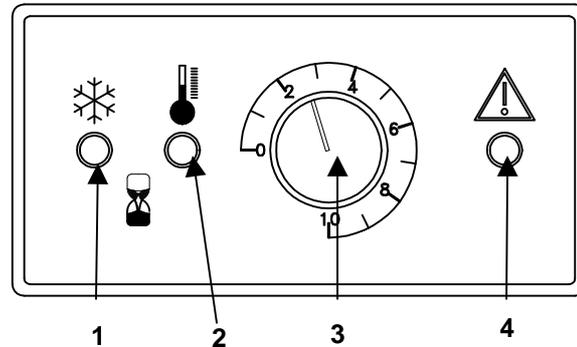

fig.6
- Premere verso il basso il piano basculante utilizzando la manopola (n°6 fig. 1) fino a provocarne la chiusura e l'inizio del tempo di saldatura impostato, che sarà evidenziato dall'accensione del led di saldatura (n°2 fig. 6).
- Quando il led di saldatura (n°2 fig. 6) si spegnerà, si accenderà automaticamente il led di raffreddamento (n°1 fig. 6) e le barre verranno mantenute in pressione per il tempo necessario per un corretto consolidamento della saldatura.
- BUSTE PIANE: manopola potenziometro (n°3 fig. 6) in p osizione 8/10
- BUSTE A SOFFIETTO: manopola potenziometro (n°3 fig. 6) in posizione 8/10
- BUSTE PIANE: manopola potenziometro (n°3 fig. 6) in p osizione 6/7
- BUSTE A SOFFIETTO: manopola potenziometro (n°3 fig. 6) in posizione 7/9
Nel caso di guasto al controllo elettronico del riscaldamento, interviene il sistema di allarme che attiva l'accensione del led a luce rossa (n°4 fig. 6) , interrompendo l'alimentazione della resistenza.